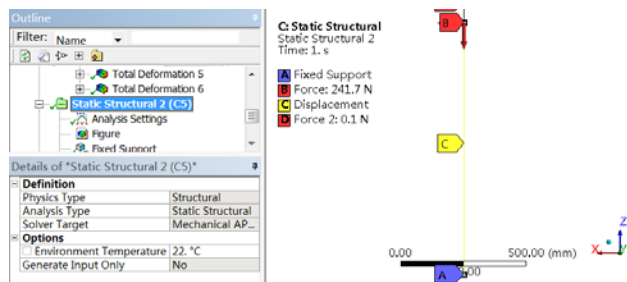

图 9-16 边界条件示意图
10) 选择 Mechanical 界面左侧 Outline 树结构图中的“Static Structural (C5)”选项，得到的边界条件如图 9-16 所示。